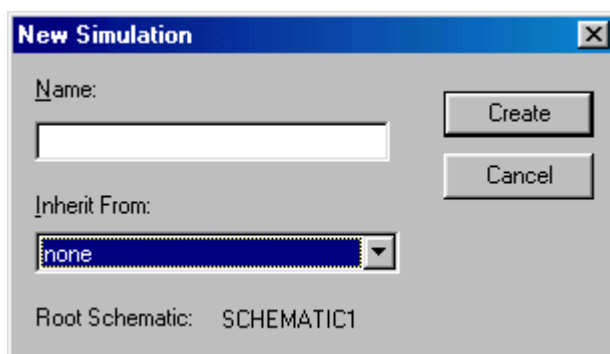

Figura 6: Ventana de diálogo New Simulation Profile.
- **New Simulation Profile** (*Nuevo fichero de simulación*). Este comando crea un nuevo fichero de simulación, es decir, donde se configura y establece el tipo de simulación a realizar. Muestra una ventana de diálogo donde se indica el nombre del fichero a crear. Ver *Figura 6*.